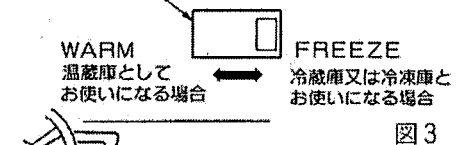

図3
2. 温冷切替スイッチをいずれかに合わせてください。(図3)